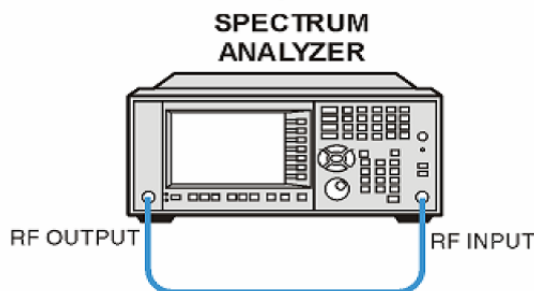

Figura 1: Conexión de calibración del Analizador de Espectros para la calibración de la prueba de two port insertion loss.
7. Conecte el cable de prueba (pero no el dispositivo a probar) del conector RF Output a entrada del analizador, como se muestra en la figura 1.